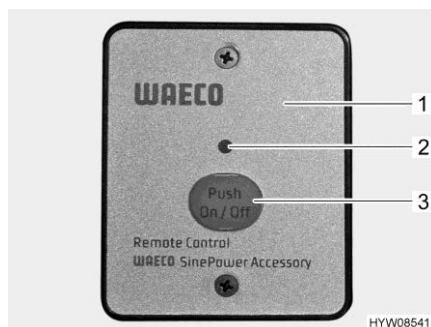

Fig. 133 Interrupteur externe (onduleur)
L'interrupteur externe (Fig. 133,1) est placé au-dessus de la porte cellule.
- Appuyer sur la touche "On/Off" (Fig. 133,3). La DEL (Fig. 133,2) s'allume.
- Appuyer sur la touche "On/Off" (Fig. 133,3). La DEL (Fig. 133,2) s'éteint.